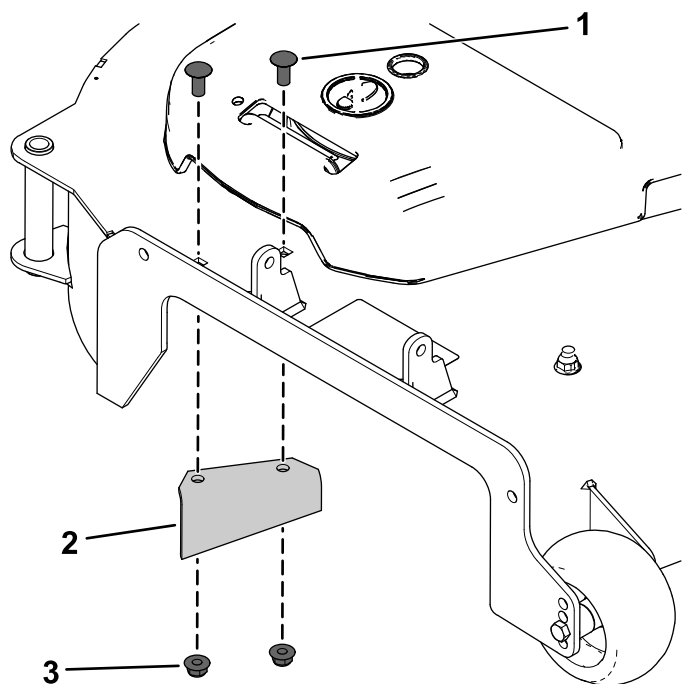

Figura 2
1. Retire el deflector de descarga, los 2 pernos de cuello cuadrado y las 2 contratuercas existentes (Figura 2).